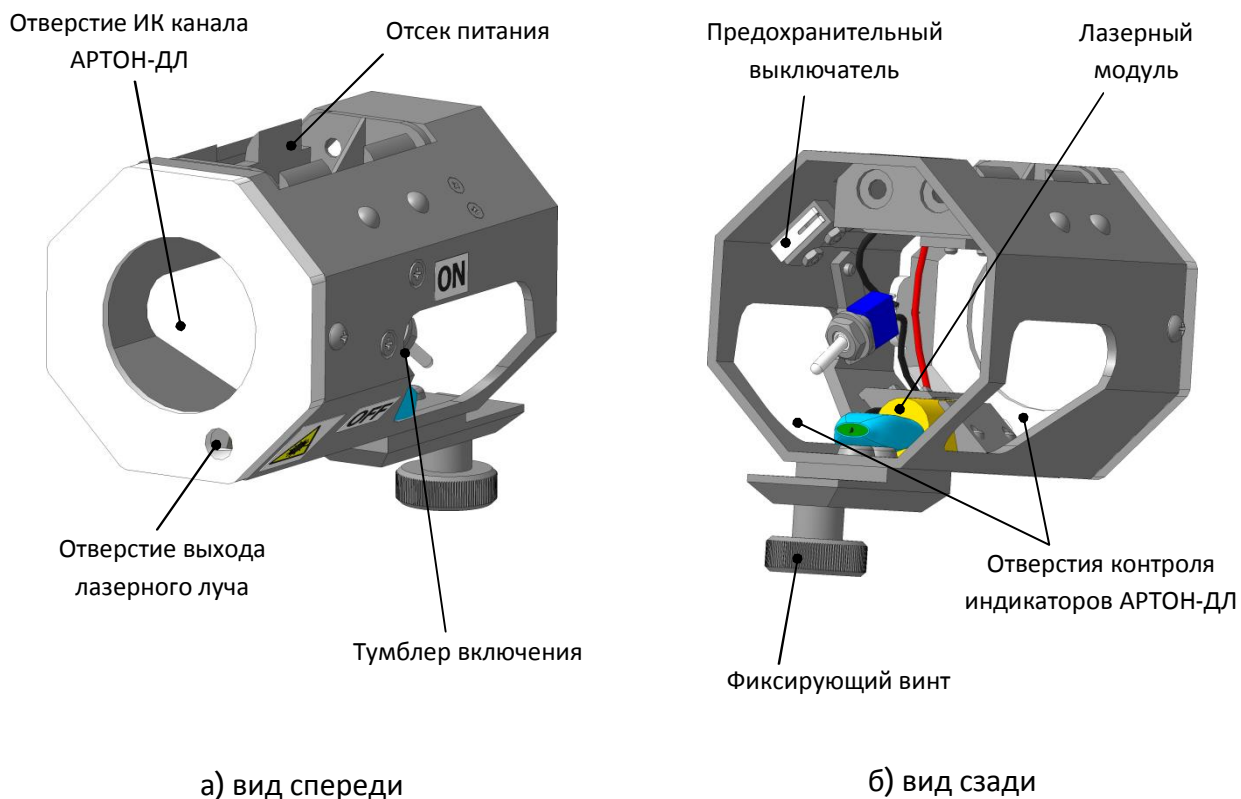

Рис.1. Внешний вид Указателя «Проминь-1»
4.1 Указатель (см. рис.1) представляет собой конструкцию, которая состоит из:
4.4 С целью предотвращения самопроизвольного включения, конструкцией предусмотрен предохранительный выключатель питания (см.рис.1), который обеспечивает включение Указателя только после установки на БИ или БП АРТОН-ДЛ.